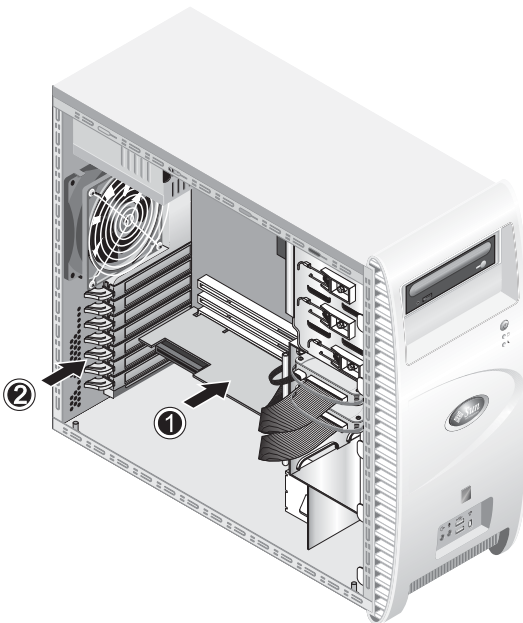

РИСУНОК 4-16 Установка платы PCI
8. **Вставьте плату PCI в выбранный слот и нажимайте на нее, пока она не установится полностью (см. РИСУНОК 4-16, элемент 1).**
9. **Поворачивайте фиксирующий зажим внутрь корпуса, пока он со щелчком не встанет на место (см. РИСУНОК 4-16, элемент 2).**